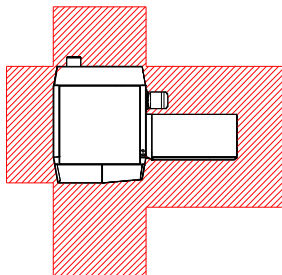

Abb.1
1. Posez la chaudière en respectant les distances mini. décrites ci-dessus, de façon à pouvoir intervenir facilement autour de la chaudière lors des entretiens, voir Abb.1. Vissez les pieds de la chaudière environ de moitié en respectant une légère pente vers l'arrière de manière à purger correctement l'air de l'échangeur lors du remplissage.